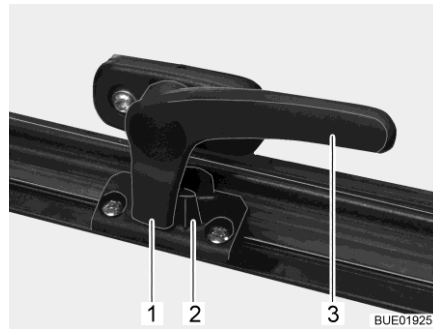

Fig. 14 Leva di serraggio in posizione "Chiuso"
- Ruotare la leva di serraggio (Fig. 14,3) di un quarto di giro verso il centro della finestra.
- Ruotare la leva di serraggio (Fig. 14,3) di un quarto di giro verso il telaio della finestra. Il nasello di chiusura (Fig. 14,1) si trova sul lato interno della chiusura della finestra (Fig. 14,2).
- In posizione "Completamente chiusa" (Fig. 14).